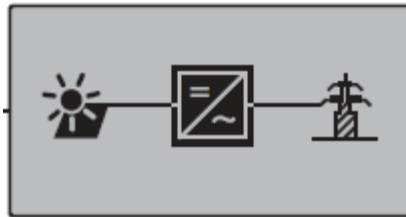

Figura 5: Pantalla del menú principal.
- 1.- Desde el menú principal, pulsar la tecla  hasta que aparezca sombreado el icono del inversor, tal y como muestra la siguiente **Figura 5**.